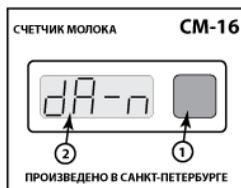
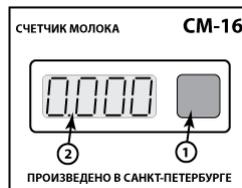

Рис. 13
Рис. 14
- нажать и удерживать кнопку до появления на дисплее «**DA- n**» (Рис. 13), подтвердить правильность набора коротким нажатием кнопки, после чего счетчик перейдет в режим счета и на дисплее отобразится «**0.000**» (Рис.14). При длинном нажатии кнопки происходит возврат к началу режима программирования.